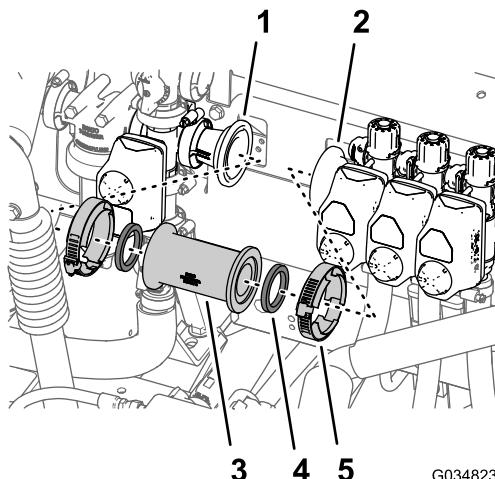

図 34
- A. 攪拌バルブと左ブームバルブのところでカップリングチューブを縮径アダプタに固定しているフランジクランプ2個を外す図 34。
- B. 機体から、ストレートカップラとガスケット2枚を外す図 34。